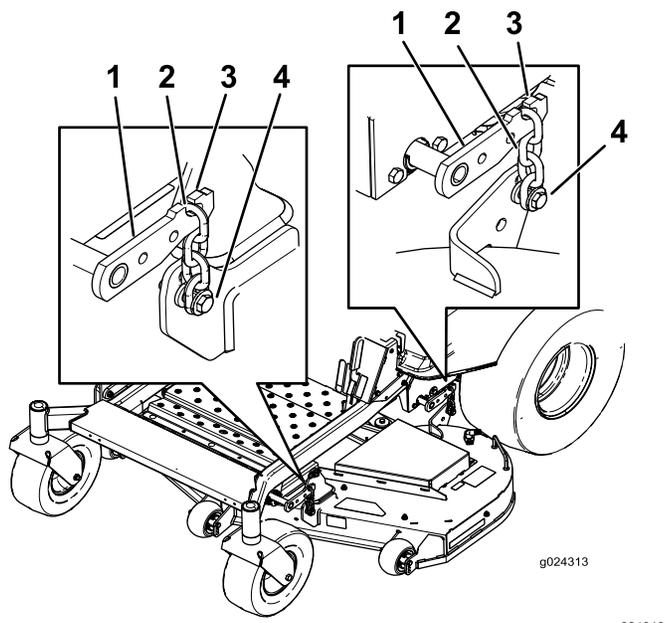

Figura 73
- Afloje los pernos de ajuste en las cuatro esquinas, hasta que la carcasa quede bien asentada sobre los cuatro bloques (Figura 73).
- Asegúrese de que las cuatro cadenas están tensadas (Figura 73).
- Apriete los cuatro pernos de ajuste (Figura 73).